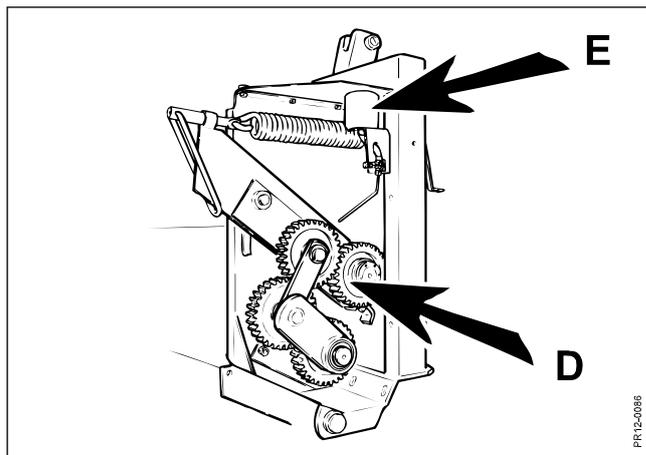

Fig. 5-18
- Fig. 5-18** Les pignons **D** d'entraînement des rouleaux sont graissés par un goutte à goutte **E**. Remplir le réservoir d'huile de chaîne, après environ 20 heures de travail ( $\cong$  0.5 l). Vérifier qu'il n'y a pas d'impuretés dans le réservoir qui pourraient obturer le graissage.